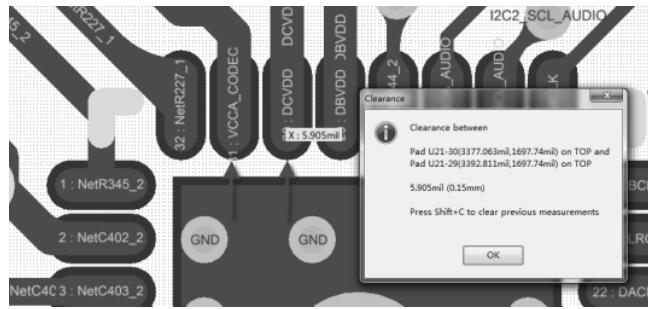

图 10-12 忽略元件封装本身的间距报错
(3) 在“约束”选项区域中的“最小间距”文本框中输入需要设置的参数值，这个参数值就是需要设置的间距参数。
(4) “忽略同一封装内的焊盘间距”指对于封装本身的间距不计算到设计的规则当中。这是为什么呢？因为如图 10-12 所示，我们创建的封装因为 Pitch 间距比较小，焊盘和焊盘之间的间距是 5.905mil，如果设计规则为 6mil，按理这个封装是不满足设计规则的，但是因为封装规格就是如此，我们就不想这个封装自身进行报错提示，这时可以勾选这个选项，就不会再进行报错提示了。